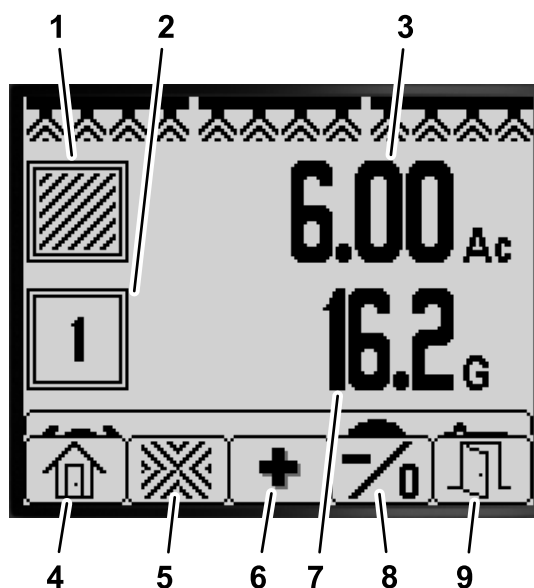

Figura 77
- A partir do Ecrã inicial, prima e mantenha premido o botão 5 para abrir a barra do menu e prima o botão 2 para selecionar o Ecrã de subárea (Figura 77).
- A partir do ecrã Área total, prima e mantenha premido o botão 5 para abrir a barra do menu e prima o botão 3 para selecionar o ecrã Subárea (Figura 77).
2. Utilize os botões do InfoCenter (Figura 77) para executar as seguintes ações: